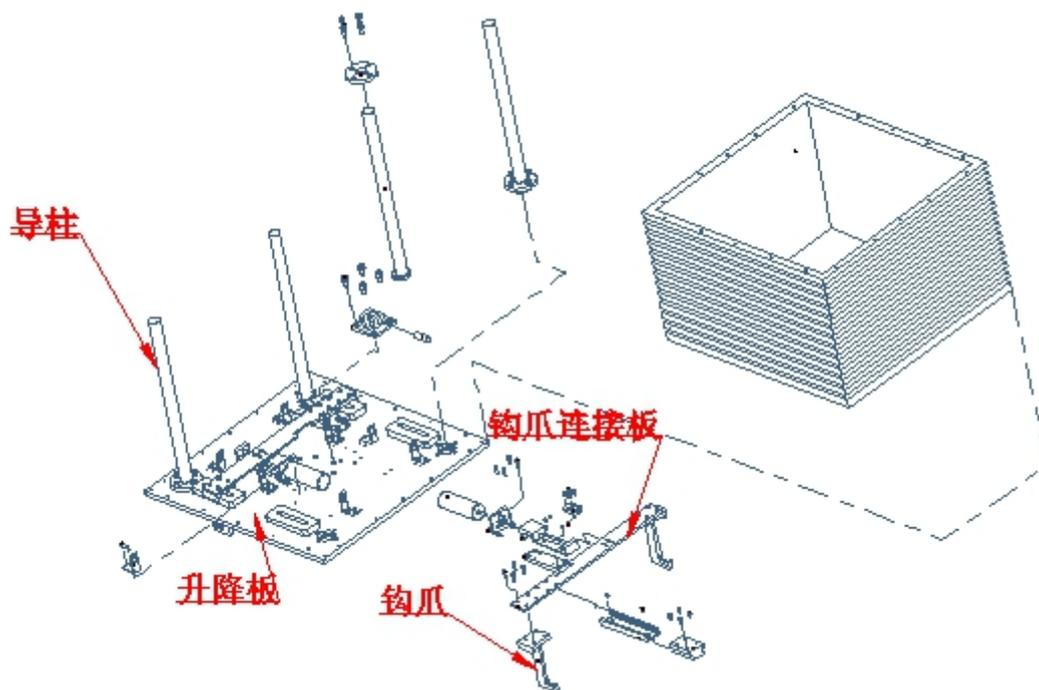

图 7-5
d) 拆卸升降板上的四根导柱、四个钩爪以及钩爪连接板（见图 7-5）。